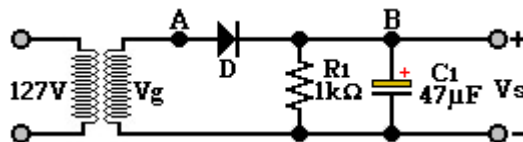

Figura 3.2
- Arme el circuito de la figura 3.2 utilizando una terminal del transformador y el **TAP central**